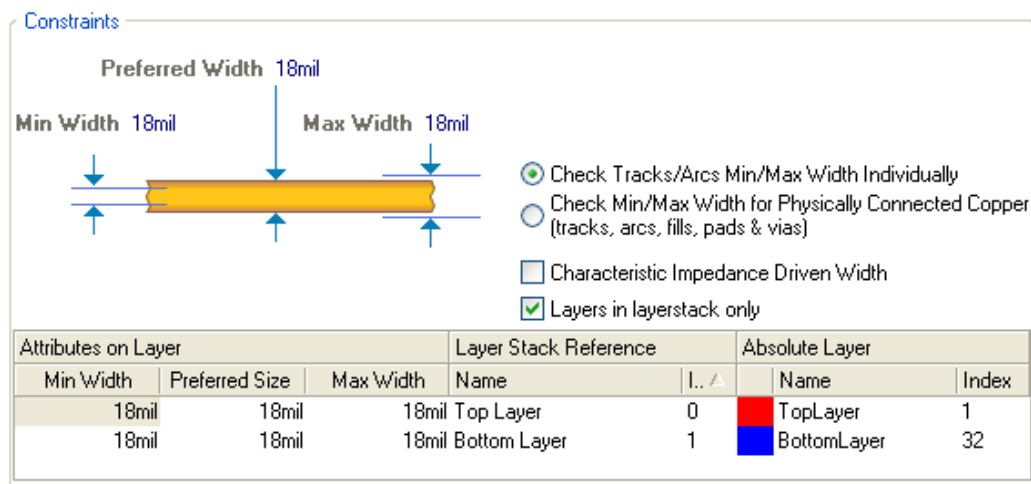

图3-21 修改线的宽度
- （5）在Constraints栏，单击旧约束文本（10mil）并键入新值，将最小线宽（Min Width）、首选线宽（Preferred Width）和最大线宽（Max Width）均改为18mil。注意必须在修改Min Width 值之前先设置Max Width宽度栏，如图3-21所示。